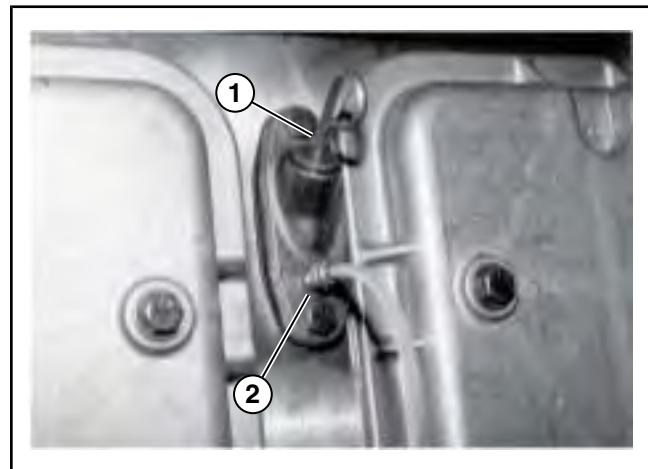

Рисунок 10.05-11: Типовое соединение водяного манометра
1. содержит информацию касательно периодичности выполнения технического обслуживания. Трубный соединитель NPT (см. Рисунок 10.05-11).